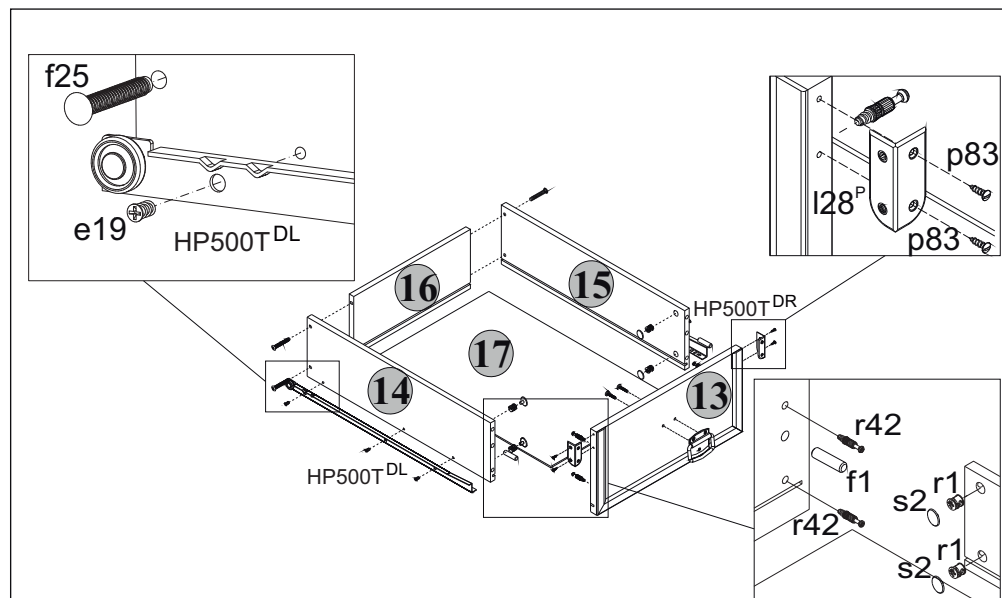

Рис. 3
- 5.31 Положить двери **11** и **12** фасадной поверхностью вниз на ровную поверхность. Закрепить на дверях петли шарнирные **ab16/2**, при помощи шурупов **p51** и втулок **f23**, пользуясь крестообразной отверткой (**см. рис. 3**).
5.22 В отверстия диаметром **8 мм** на передних кромках стенок боковых **14** и **15** корпусов выдвижных ящиков вбить деревянные шканты **f1** (**см.рис.3**).
5.23 В отверстия диаметром **15 мм** на внутренних поверхностях стенок боковых **14** и **15** корпусов выдвижных ящиков вставить стяжки эксцентровые **r1** (**см.рис.3**).
5.24 В отверстия диаметром **5 мм** на внутренних поверхностях панелей передних **13** ящиков выдвижных с помощью крестообразной отвертки вкрутить винты стяжки **g42** (**см.рис.3**).
5.26 Соединить панели передние **13** с корпусами ящиков выдвижных и затянуть стяжки эксцентровые **r1**, пользуясь специальным ключом **z1**. Закрепить стяжки эксцентровые заглушками **s2** (**см.рис.3**).